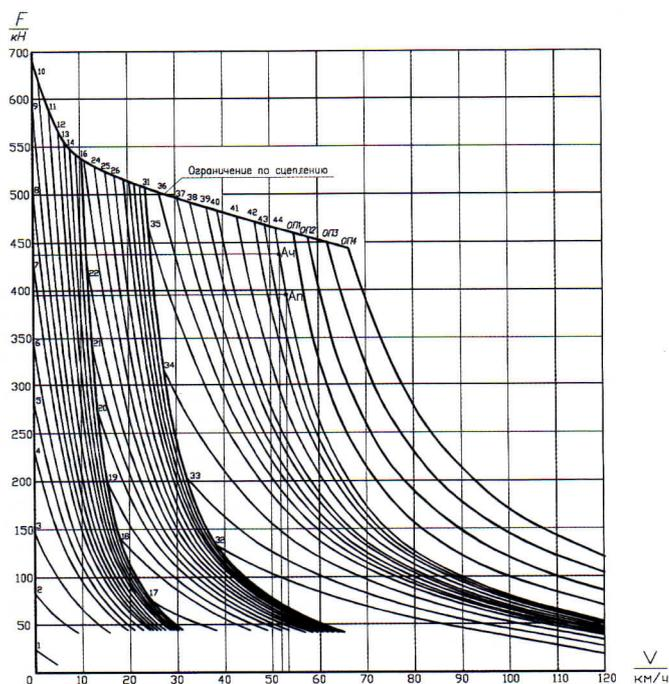

Рис. 2. Тяговая характеристика электровоза 2ЭС4К
- в режиме тяги — изменением сопротивления пускотормозных резисторов R10, R11, R20 и R21, а также изменением тока возбуждения преобразователем возбуждения (см. рис. 2);